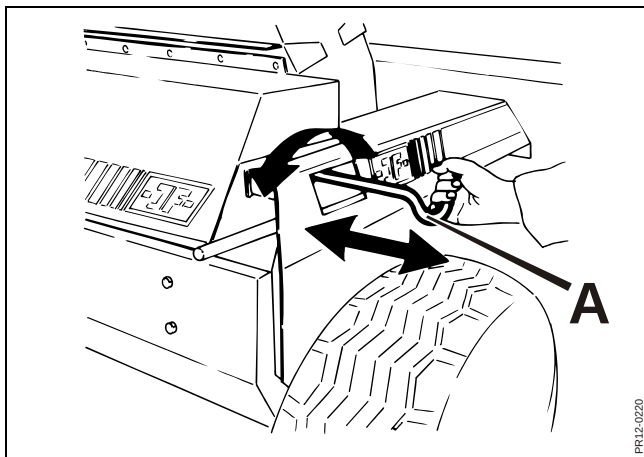

Fig. 4-13
- Fig. 4-13** 3. Slibestenen indstilles, så den står 2-3 mm fra knivene, ved at dreje håndtag A.